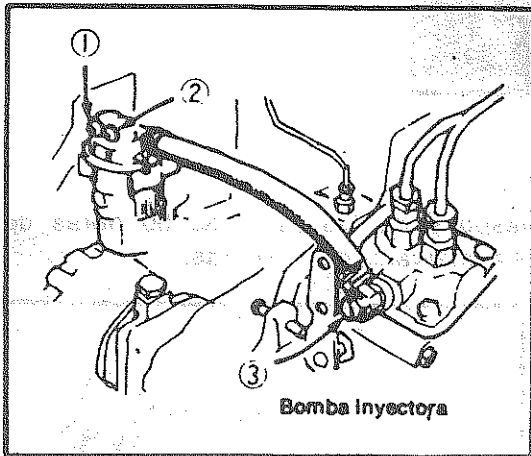

Fig. 10
Para purgar de aire el sistema de combustible, primeramente aflojar el tornillo de ventilación (1) del filtro de combustible, y cuando dejen de salir burbujas, apretar dicho tornillo. Seguidamente, purgar el aire aflojando los tornillos de ventilación (2) y (3) del filtro de combustible y la bomba de inyección, en este orden, y luego apretar los tornillos (fig. 10)